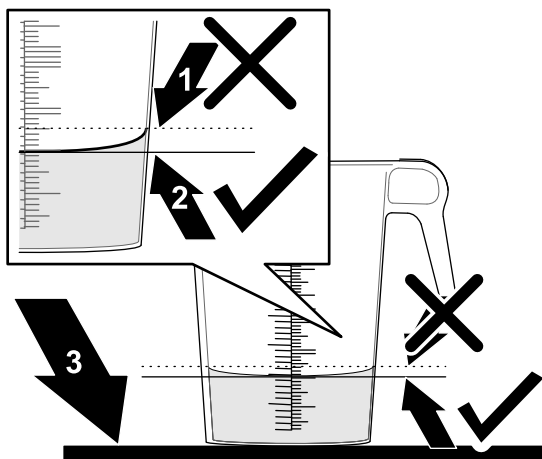

図 45
6. 目盛付き容器を水平な場所において回収された水量を調べる **図 45**